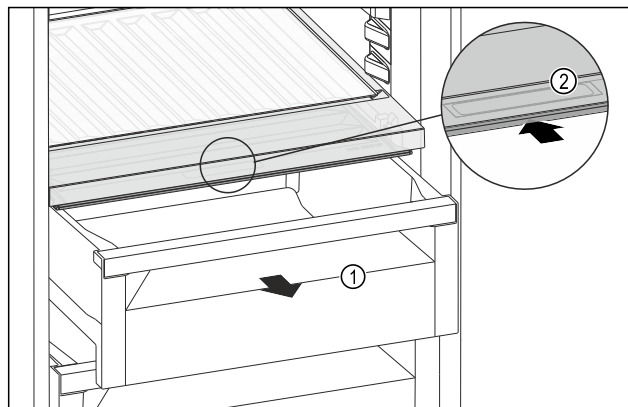

Fig. 171
- ▶ Izvučite ladicu Fig. 171 (1).
- ▶ Primite ručku Fig. 171 (2) na poklopcu pretinca i istodobno povucite poklopac pretinca prema natrag.